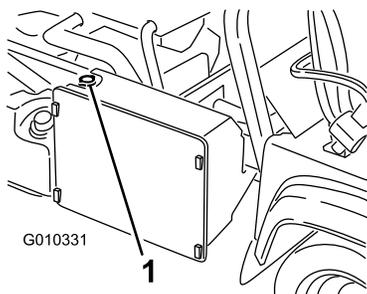

Рисунок 55
3. Снимите крышку радиатора (Рисунок 55).
7. Долейте жидкость в радиатор и установите на место крышку (Рисунок 55).